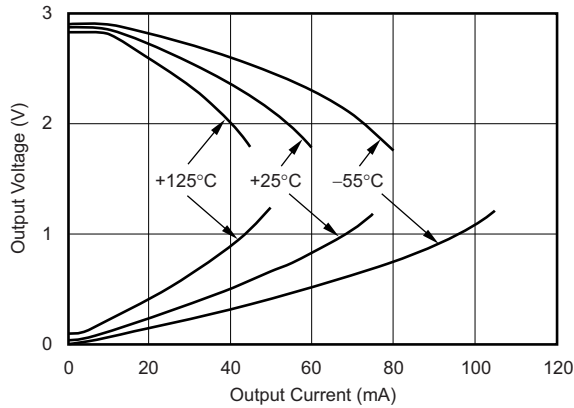
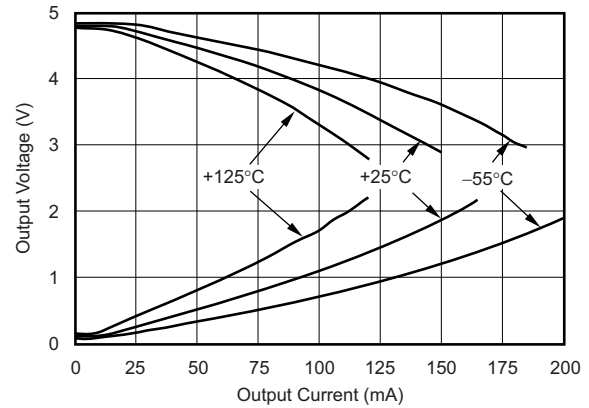
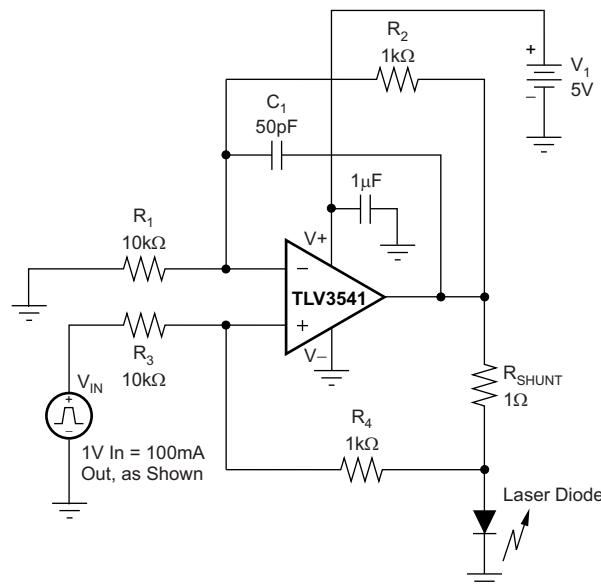
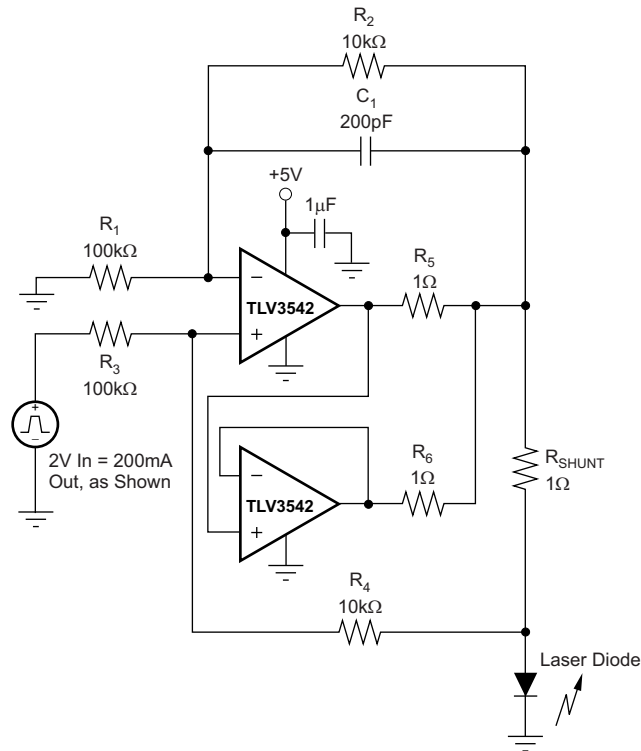

图 13. $V_S = 3\text{V}$ 时输出电压摆幅与输出电流间的关系
图 14. $V_S = 5\text{V}$ 时输出电压摆幅与输出电流间的关系
图 20. 激光二极管驱动器
图 21. 并行运行
(1) 请参阅有关输出电压摆幅与输出电流间的关系 (图 13 和 图 14) 的典型特性曲线。
(2) 根据设计确定。
(3) 在此温度范围内工作将不会损坏部件。不过, 可能出现性能下降。
采用具有共源晶体管的 AB 类输出级来实现轨至轨输出。对于高阻抗负载 ($> 200\Omega$),输出电压摆幅通常在距离电源轨 100mV 范围内。在 10Ω 负载下,可在保持高开环增益的同时实现有用输出摆幅。请参阅有关输出电压摆幅与输出电流间的关系(图 13和图 14)的典型特性曲线。
TLV354x 输出级可提供 $\pm 100mA$ 的持续输出电流,并且在 5V 电源供电的条件下提供大约 2.7V 的输出摆幅,如图 20中所示。为确保最大可靠性,不建议运行超过 $\pm 100mA$ 的持续直流电流。请参阅有关输出电压摆幅与输出电流间的关系(图 13和图 14)的典型特性曲线。如需提供大于 $\pm 100mA$ 的持续输出电流,可将 TLV354x 并行运行,如图 21中所示。